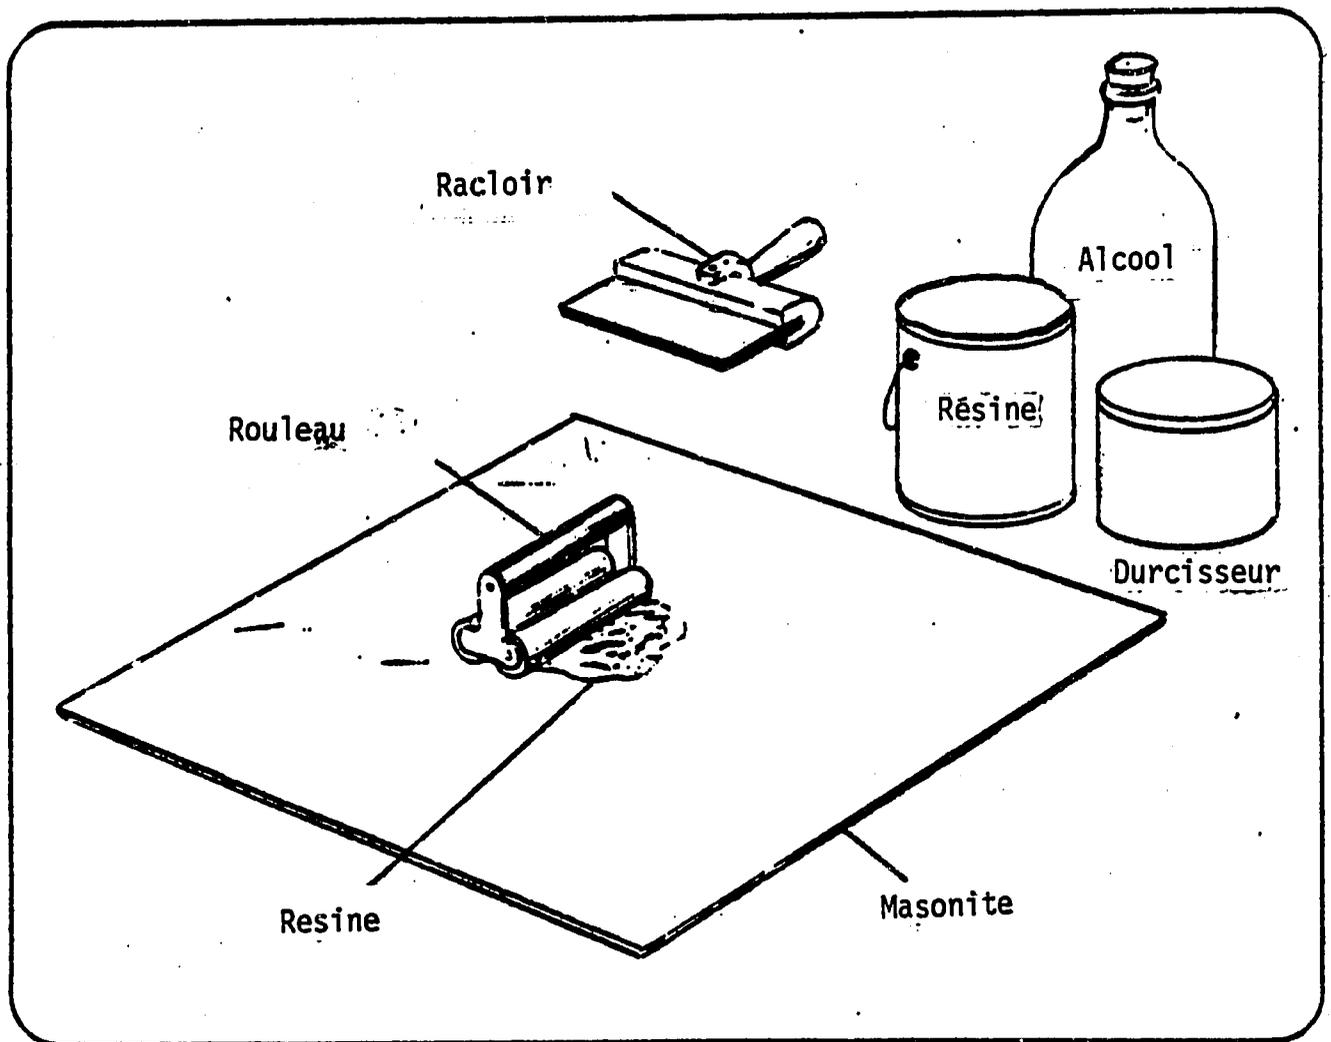

FIGURE 2
### 3. Application d'une couche d'adhésif légère et uniforme. (Voir Fig. 2)
d) Versez le ciment préparé au milieu du masonite et étalez-le uniformément sur toute la surface en une fine couche à l'aide d'un racloir ou d'une lame en caoutchouc. Faites de grands coups pour empêcher des stries et pressez très dur. (voir Fig. 2)